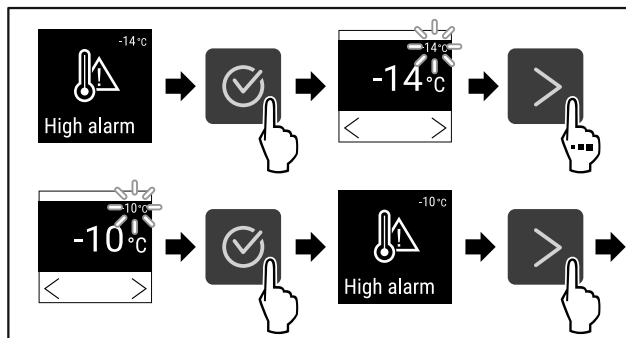

Fig. 98
- ▶ Obavite korake postupka (pogledajte Fig. 98) .